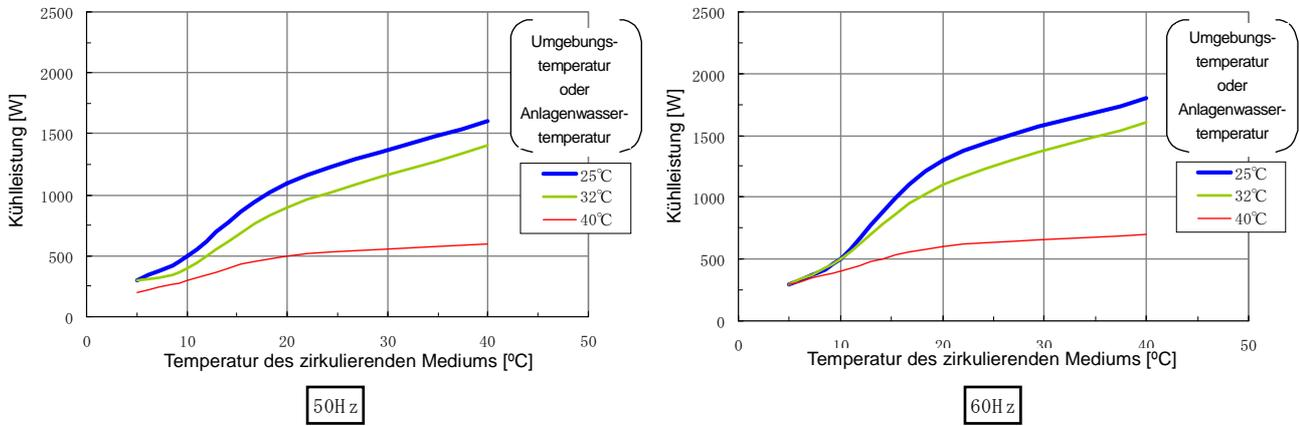

Abb. 8-4 Kühlleistung HRS012-**-10)
* Anlagenwasservolumen für den Betrieb mit Nenndurchfluss des zirkulierenden Umlaufmediums, Kühlleistung wie unter Abb. 8-4 bis 8-8 beschrieben